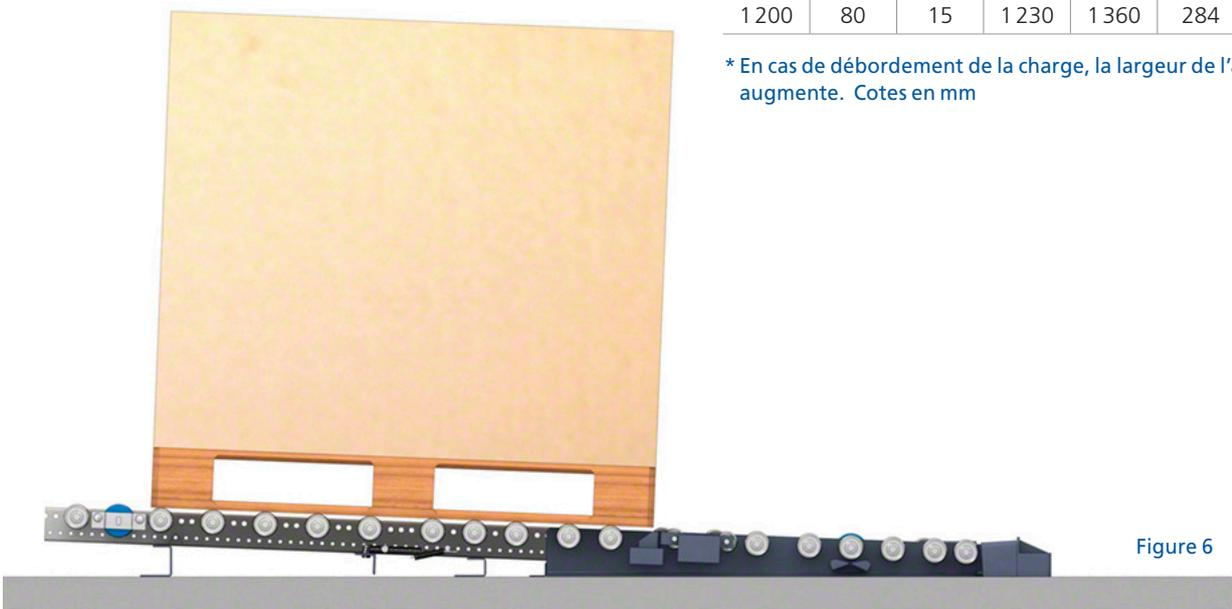

Figure 6
La figure 6 inférieure représente le montage des profils directement sur le sol pour réduire la hauteur (F).